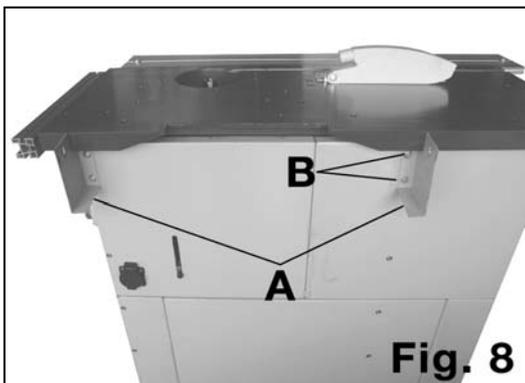

Fig. 8
1. Mettre en place à l'aide des vis (B) les deux parties (A) sur la toupie- scie (Fig.8).